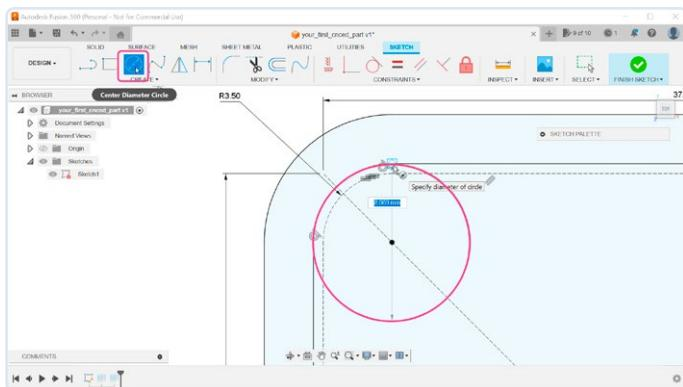

Figure 9. Positionnement du centre de l'un des supports.
9. Le module devrait reposer sur des sortes de supports et il serait utile que ces supports aient des trous pour des vis de fixation. Pour ces supports, nous avons besoin d'un autre sketch, mais, au lieu d'en créer un nouveau, nous pouvons réutiliser celui que nous avons déjà. Pour revenir au mode d'édition, double-cliquez sur le sketch dans la fenêtre du navigateur. Les trous du circuit imprimé ont un diamètre de 3 mm ; il faut que les supports soient plus grands que ça. Pour faciliter la fabrication, nous pouvons même les faire assez grands pour qu'ils touchent les parois du boîtier. Sélectionnez l'outil *Center Diameter Circle* dans la barre d'outils et tracez un cercle dans le coin supérieur gauche — assez grand pour qu'il touche la partie interne de la paroi (diamètre de 8 mm) (figure 9).